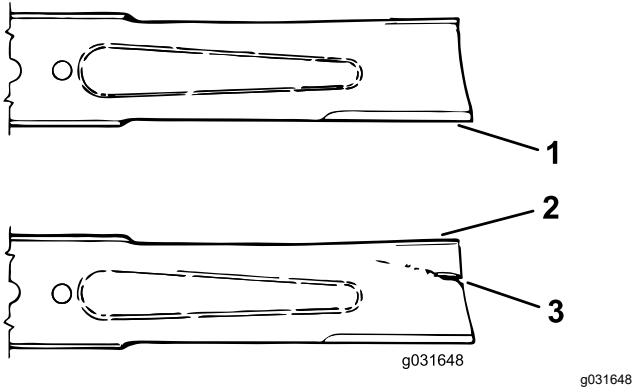

Bild 73
3. Prüfen Sie die Schnittkanten des Messers sorgfältig, insbesondere dort, wo die geraden Flächen die gebogenen berühren (Bild 73).